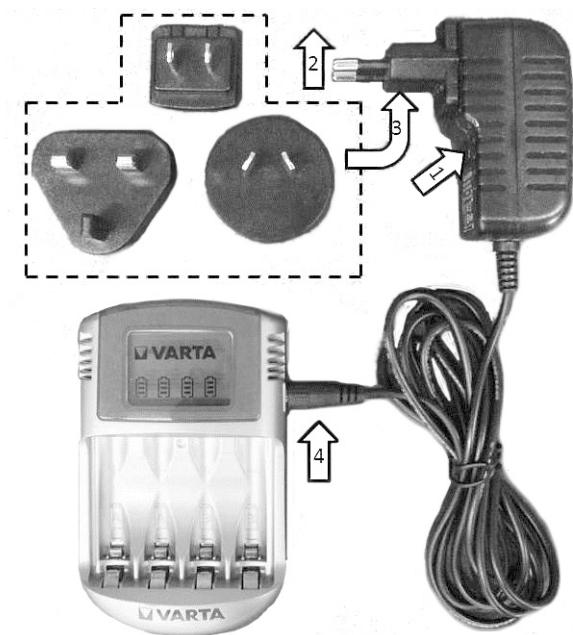

Fig. 3-2 Udskiftning af stik, tilslutning af oplader
- tryk på knappen under stikket, og hold den nede (1, Fig. 3-2)